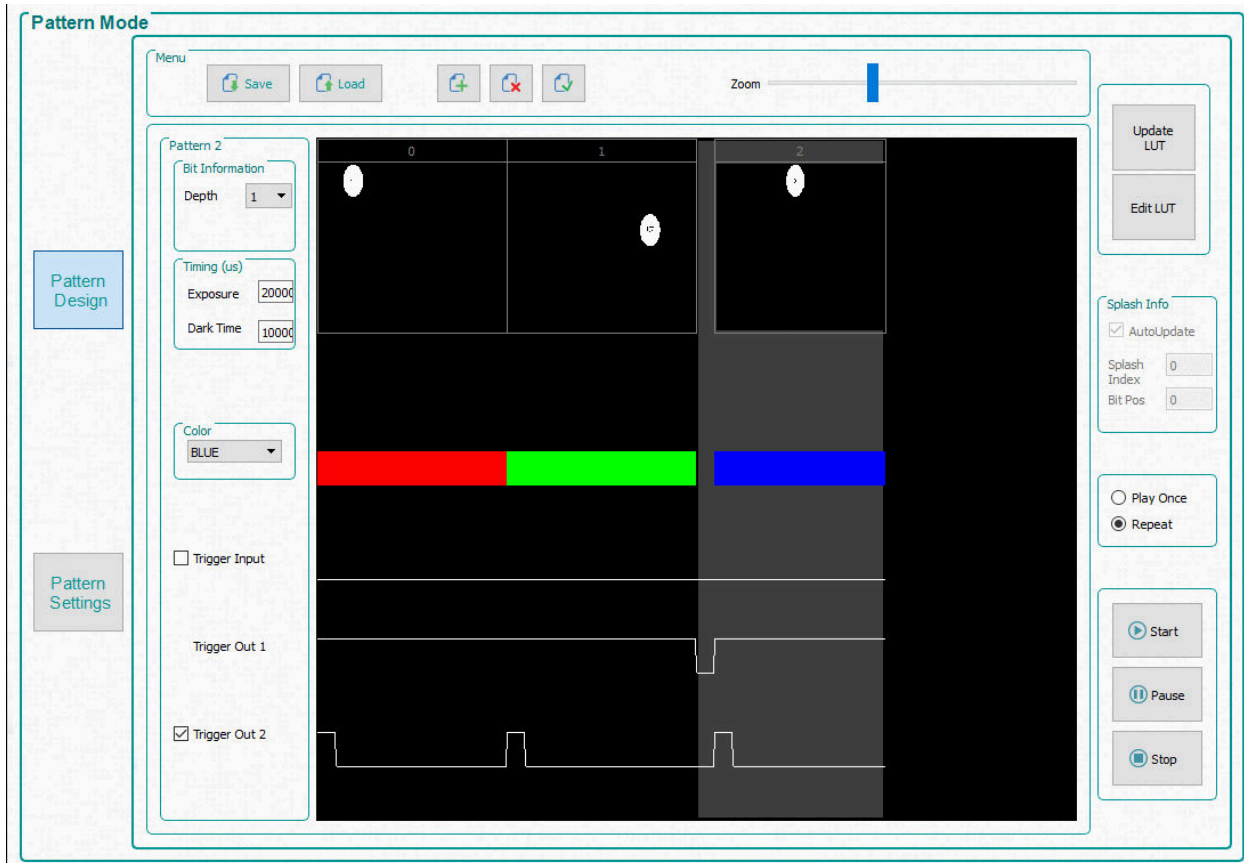

图 3-10. 三个图案序列
7. 选择第三个图案，并选择位深度为 1。将曝光时间设置为 200000 μ s，将暗时间设置为 100000 μ s，然后选择 **Blue** 颜色。图 3-10 显示了图案序列。**Zoom** 条可用于放大和缩小，这在面板中加载多个图案时很有用。